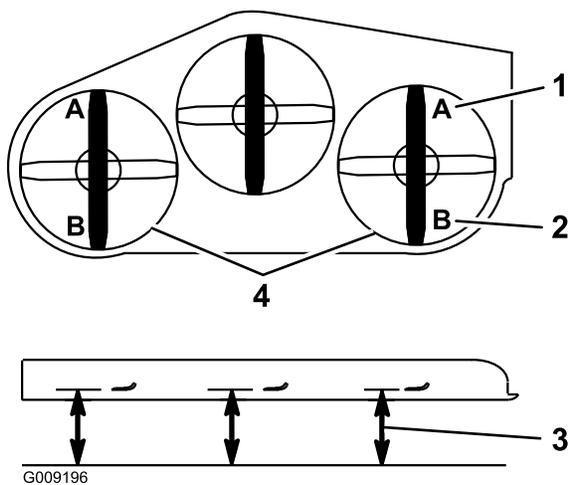

Figura 88
9. En ambos lados de la carcasa, mida desde la superficie nivelada hasta la punta delantera de la cuchilla (Posición A), según se muestra en Figura 88.
16. En ambos lados de la carcasa, mida desde la superficie nivelada hasta la punta trasera de la cuchilla (Posición B), según se muestra en Figura 88.